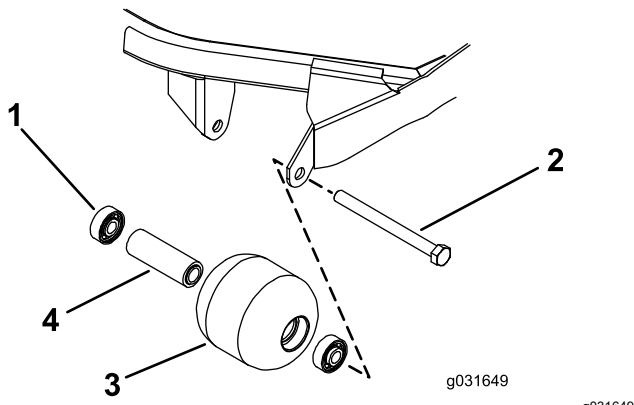

Figura 73
1. Rimuovete il bullone di montaggio del rullo (Figura 73).
4. Verificate la presenza di eventuali danni sull'alloggiamento, sui cuscinetti e sul distanziale del cuscinetto del rullo (Figura 73).
1. Premendo soltanto sulla pista esterna o, in misura uguale, sulla pista interna ed esterna, spingete il primo cuscinetto nell'alloggiamento del rullo (Figura 73).
2. Inserite il distanziale (Figura 73).
spingete il secondo cuscinetto nell'alloggiamento del rullo fino a quando non è a contatto con il distanziale (Figura 73).